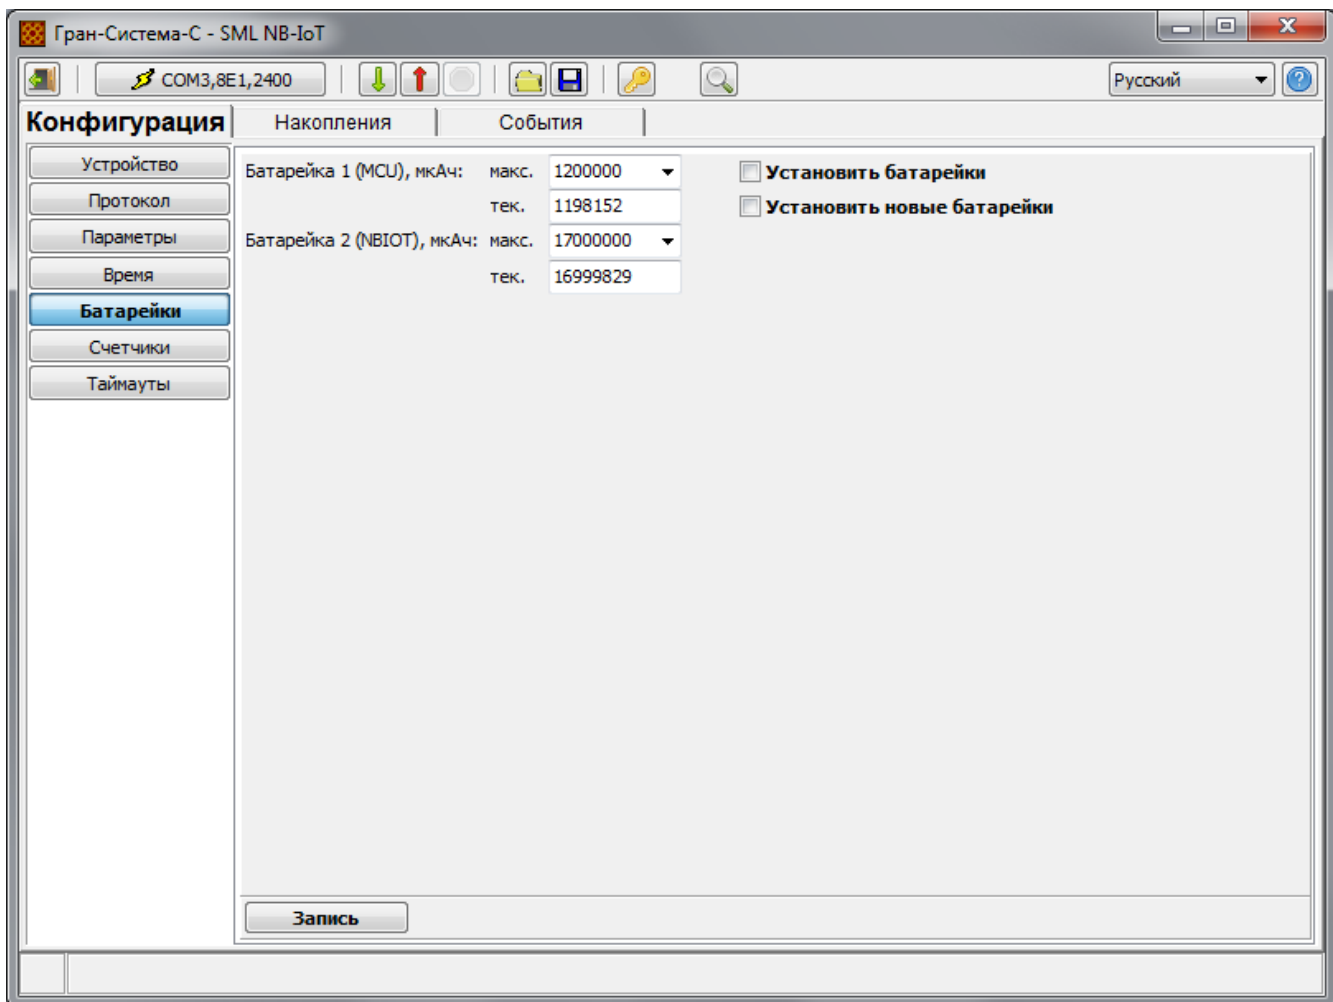

Рисунок 18 – Закладка «Конфигурация» «Батарейки»
3.2.12.1 На закладке «Конфигурация» «Батарейки» задаются параметры заряда батареек (рисунок 18):